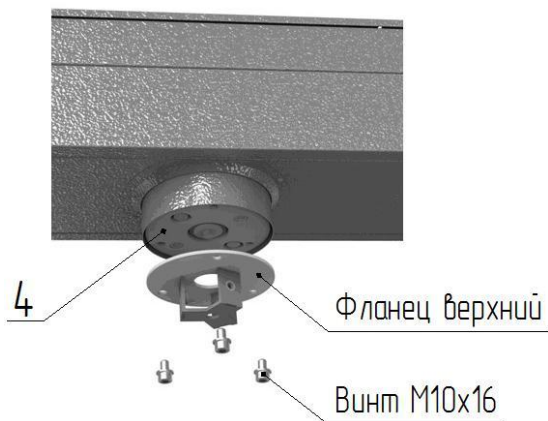

Рис. 4
6.2.2. Сборка центральной стойки (рис. 4, 5):
- установите на диск муфты привода **4** (рис.4) верхний фланец центральной стойки и закрепите винтами М10х16, нижний фланец прикрепите к фланцу вала напольной плиты **7** винтами М8х16, в первую очередь установите на посадочные плоскости фланцев лопасть с внутренними кронштейнами (рис.5), расположение "верх" указано маркировкой и закрепите винтами М8 (не затягивая их);